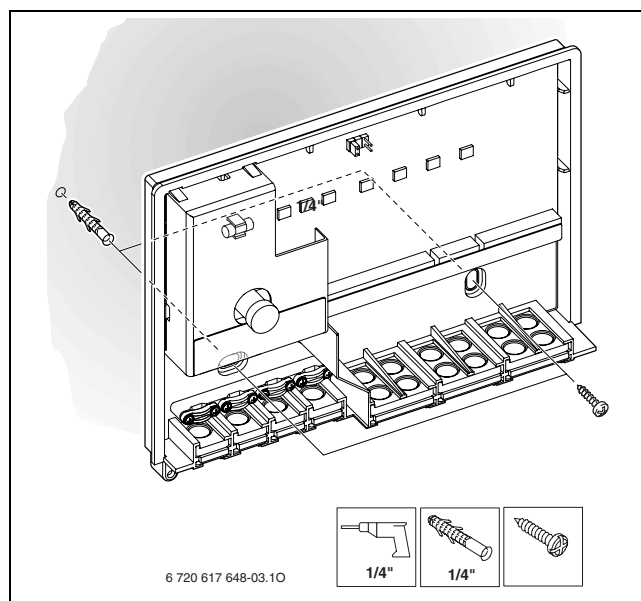

Fig. 20 Insérer les chevilles
- ▶ Percer des trous d'un \varnothing 1/4" de 6 mm et insérer les chevilles (→ Fig. 20).